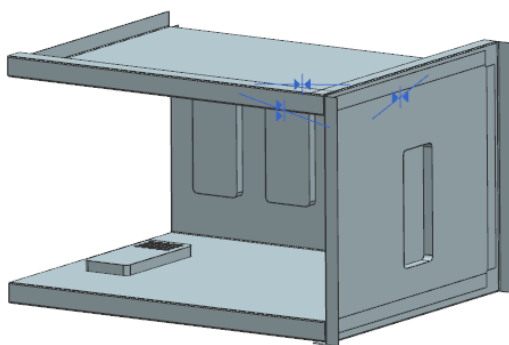

图 11-312 安装内胆右侧板
(5) 在“装配约束”对话框中, 单击按钮, 安装内胆右侧板, 如图 11-312 所示。